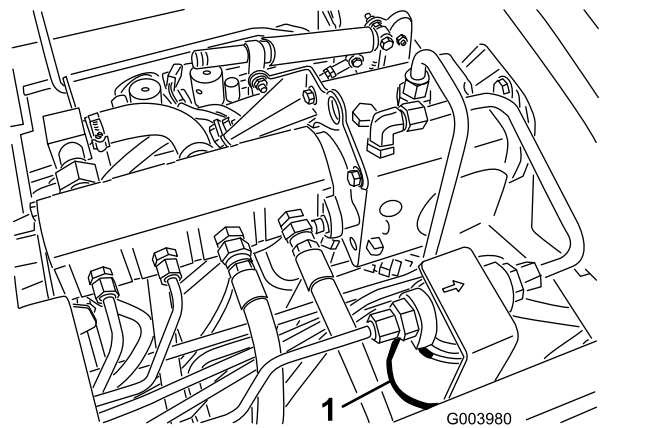
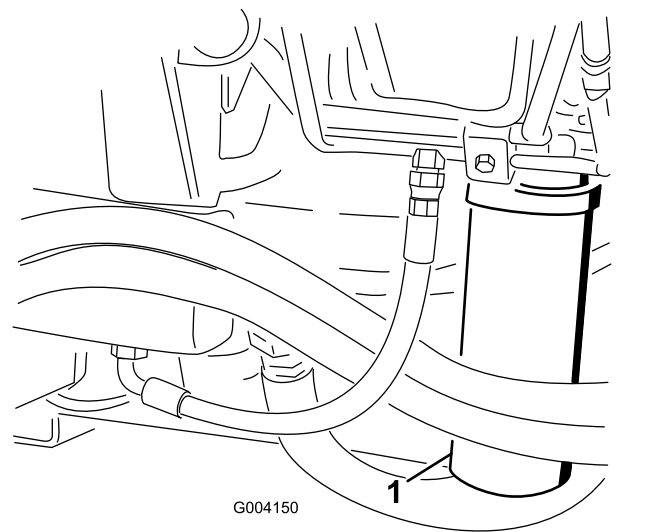

Bild 69
Bild 70
- Reinigen Sie den Bereich um den Filterbefestigungsbereich und stellen eine Auffangwanne unter den Filter (Bild 69 und Bild 70).